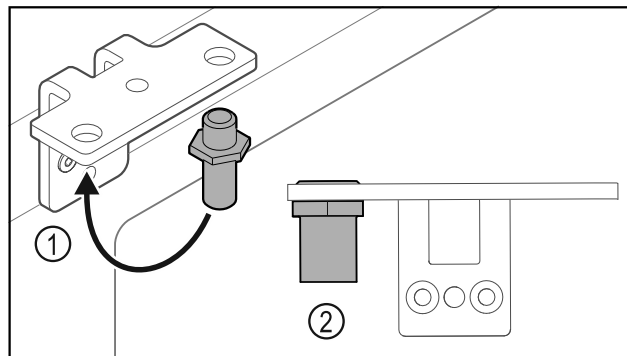

Fig. 25
- ▶ Sworznie Fig. 25 (1) przetożyć do zawiasu.
- ▶ Sworznie Fig. 25 (2) dokręcić z **momentem obrotowym 12 Nm**.